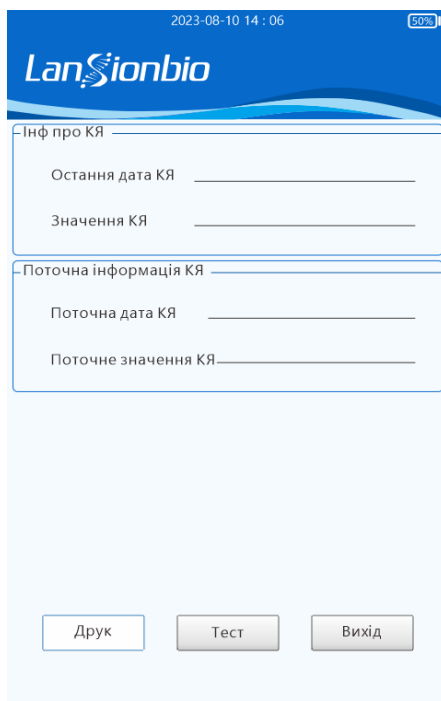

Рис.5 КЯ приладу
- а) На домашній сторінці натисніть кнопку «КЯ приладу» і увійдіть на сторінку КЯ (див. Рис.5).